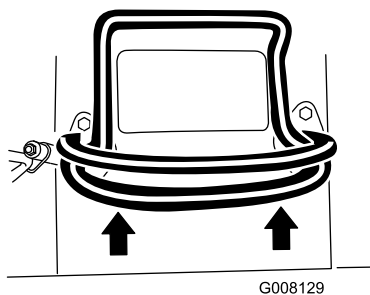

Bild 7
- Bewegen Sie den Fahrantriebshebel nach vorne, um vorwärts zu fahren (**Bild 7**).